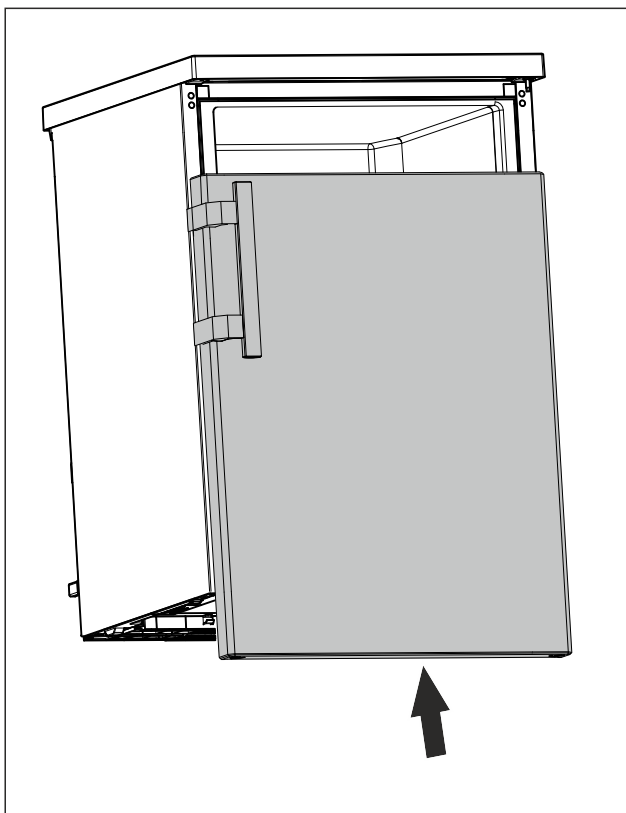

Fig. 19
- ▶ Nasuňte dvere v zatvorenom stave na horný čap. (pozri Fig. 19)